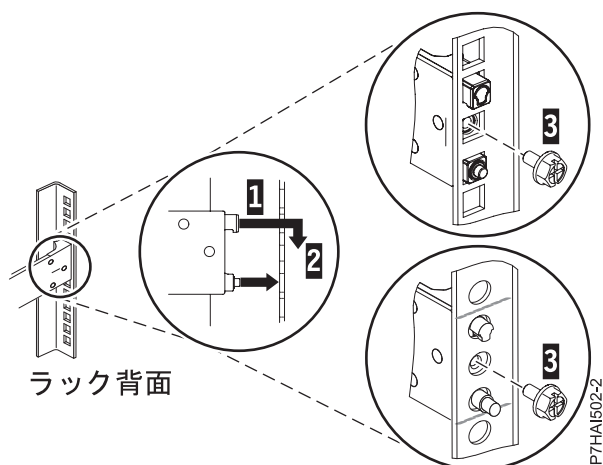

図 3. ラック背面の穴へのピンの位置合わせおよび噛み合わせ
3. スライド・レールの後部にある 2 つのピンの位置を、事前にマークを付けた、選択済みの EIA 単位の最上段の穴と最下段の穴に合わせます。スライド・レールを手前に引いて、2 つのピンをラックの穴に挿入し **(1)**、スライド・レールを下方に下げて **(2)** 上部のピンのフック機構を噛み合わせます。詳しくは、5 ページの図 3 を参照してください。次のステップに進む前に、2 本のピンがラックの穴から出ていることを確認してください。